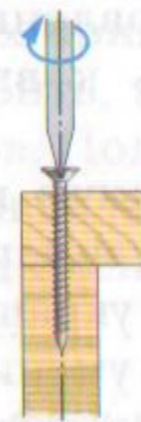

Рис. 104
3. Отвёртка должна точно подходить к шлицу шурупа. Во время работы она должна быть продолжением оси шурупа (рис. 104).